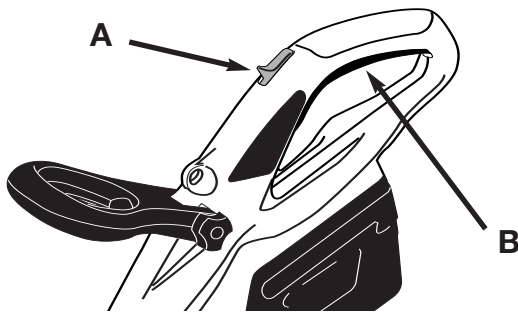

Fig. 10
1. Presione hacia delante el seguro del interruptor (A) y presione el gatillo interruptor (B) para encender (Fig. 10)